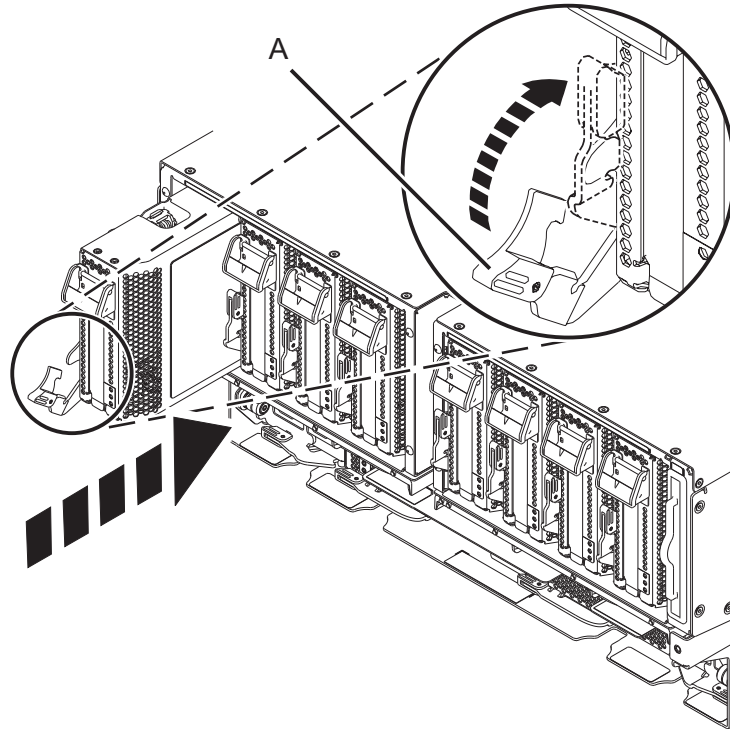

Figura 9. Instal·lació d'un casset de l'adaptador PCIe al sistema
- a. Amb la nansa del casset (A) en la posició oberta, agafeu amb compte el casset de l'adaptador pels extrems i, a continuació, alineu el casset de l'adaptador amb la ranura. Consulteu Figura 9 a la pàgina 9.
- c. Quan el casset s'hagi inserit totalment a la ranura, feu girar la nansa del casset de color terracota (A) en la direcció que es mostra a la Figura 9 a la pàgina 9 per tal que el casset de l'adaptador quedi bloquejat a la ranura.